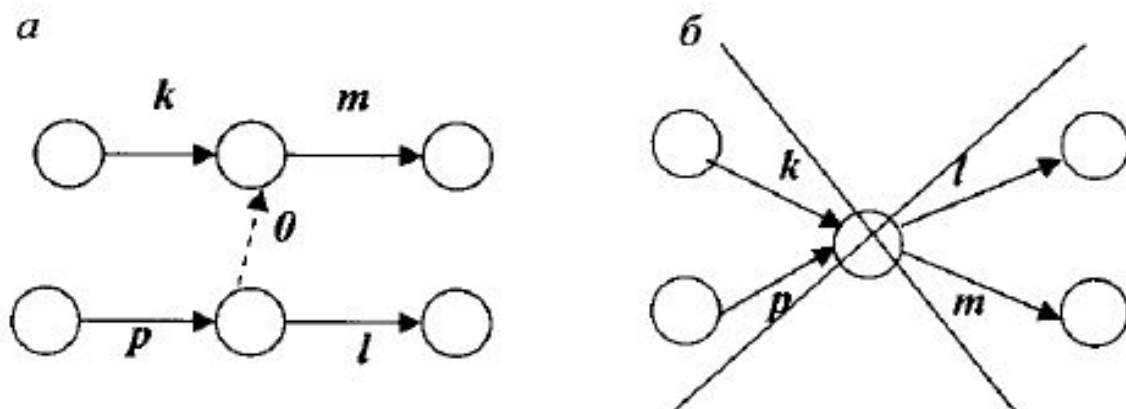

Рис. 2.3
5. Если дано, что после работы p выполняются работы l и m , а после работы k – только m , то правильным будет сетевой график на рис. 2.3, а, а не на рис. 2.3, б.